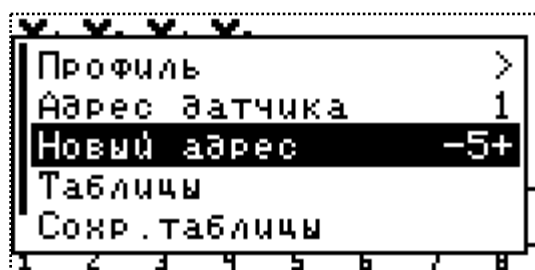

Рисунок 29
9. Кнопками «Вверх» и «Вниз» выбрать пункт «Адрес датчика» и кнопками «Плюс» и «Минус» задать текущий программный адрес подключенного датчика (см. «Рисунок 29») или выбрать «АВТО», если адрес неизвестен.
10. Кнопками «Вверх» и «Вниз» выбрать пункт «Новый адрес» и кнопками «Плюс» и «Минус» задать новый программный адрес (см. «Рисунок 29»). После этого нажать кнопку «Меню». В результате удачного переименования на экран будет выведено сообщение – «Выполнено».